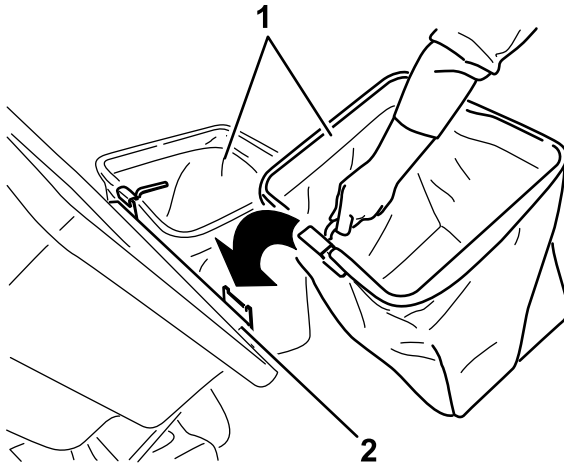

Figure 12
5. Soulevez le couvercle et montez les bacs en accrochant les crochets du cadre sur les pattes de retenue (Figure 12).